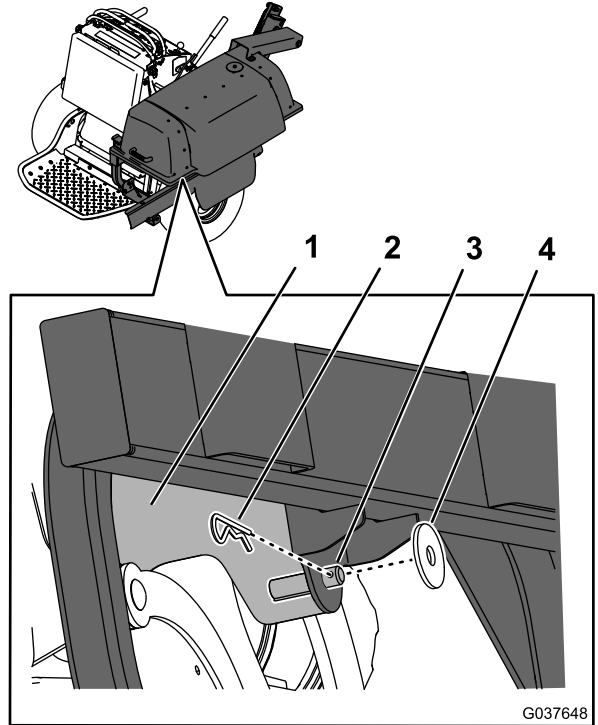

図 14
2. 後取り付けブラケットのピンにフレームを固定するスラストワッシャとヘアピンコッターを使用する図 14。